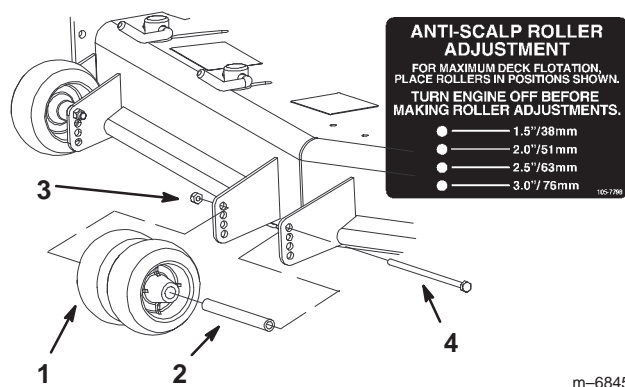

Figure 19
**Remarque :** Les deux rouleaux centraux ne sont pas munis d'entretoise (Fig. 19).